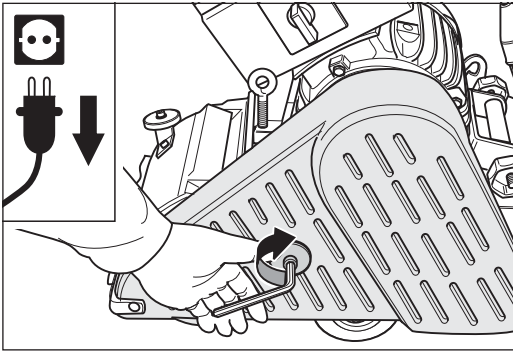

Abb. 86 Den Riemenschutz schließen.
- 9 Nachdem Sie beide Seitenräder ausgetauscht haben, schließen Sie den Riemenschutz (Abb. 86).